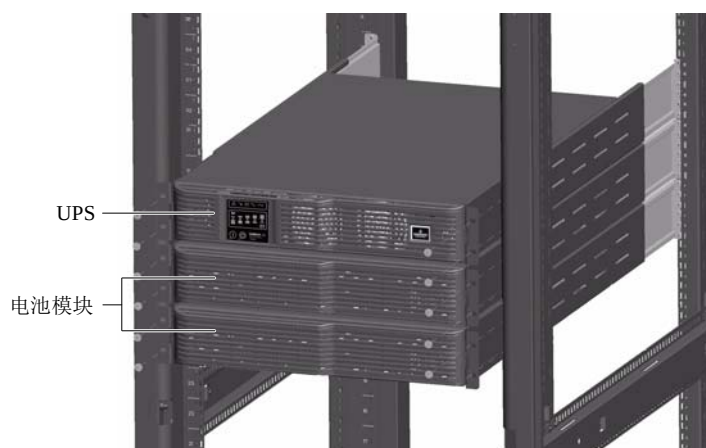

图2-13 带电池模块 UPS 安装
电池模块安装方法与 UPS 主机安装方法完全相同。重复 UPS 主机的安装步骤，将电池模块和 UPS 逐一安装固定到机架上，如图 2-13 所示。
- 必须首先安装电池模块，并从最底层开始安装，将 UPS 置于最顶层，如图 2-13 所示。